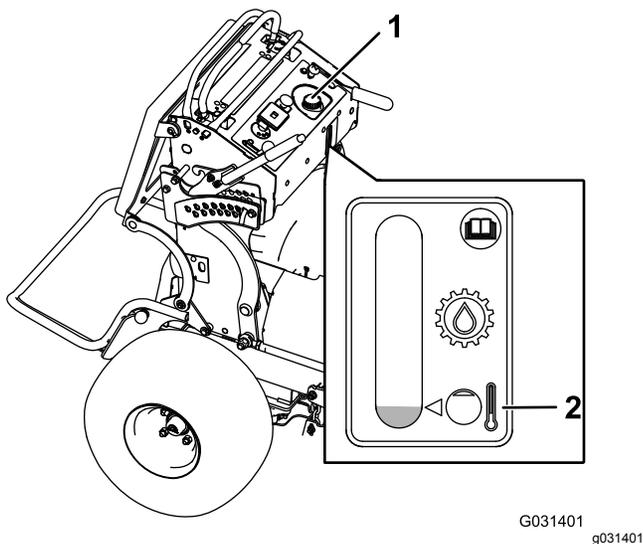

Figura 84
3. Pulite attorno al tappo e al collo del bocchettone del serbatoio idraulico (Figura 84).
4. Togliete il tappo dal collo del bocchettone (Figura 84).